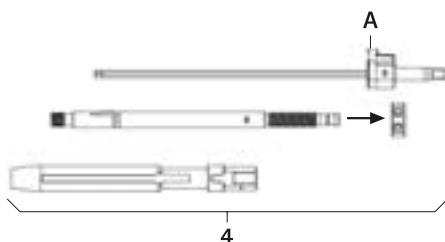

Fig. 2
- Desmontar la palanca de reposición **4**, ver Fig. 2: Presionar fuerte el botón **A** y retirar el destornillador FW234R.